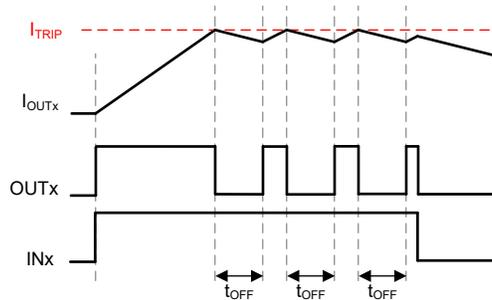

図 6-4. グランドに接続された誘導性負荷、固定オフ時間電流のチョッピング
- 図 6-4 に示すシナリオでは、 $INx = 1$  のとき、 $I_{OUT}$  が  $I_{TRIP}$  を超えた後で、ローサイド MOSFET が期間  $t_{OFF}$  だけオンになります。 $t_{OFF}$  が経過すると、再度  $I_{OUT}$  が  $I_{TRIP}$  を超えるまで、ハイサイド MOSFET が再度オンになります。